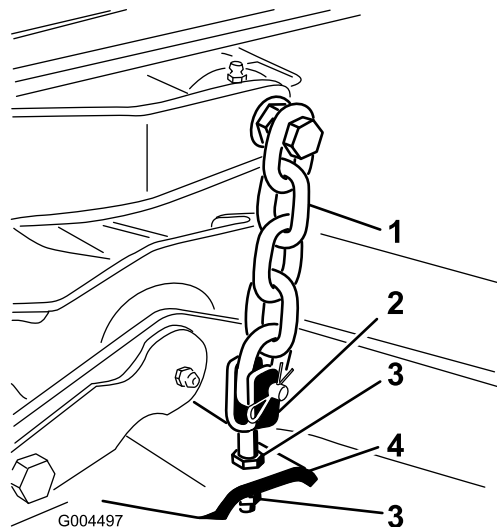

Figura 7
8. Ajuste las contratuercas que fijan las horquillas/cadenas al cortacésped hasta que la unidad de corte quede nivelada (Figura 7).
6. Ajuste las contratueras que sujetan las horquillas/cadenas (Figura 7) de la parte trasera para elevar la parte trasera de la unidad de corte, de modo que la inclinación de las cuchillas sea de entre 8 y 11 mm.